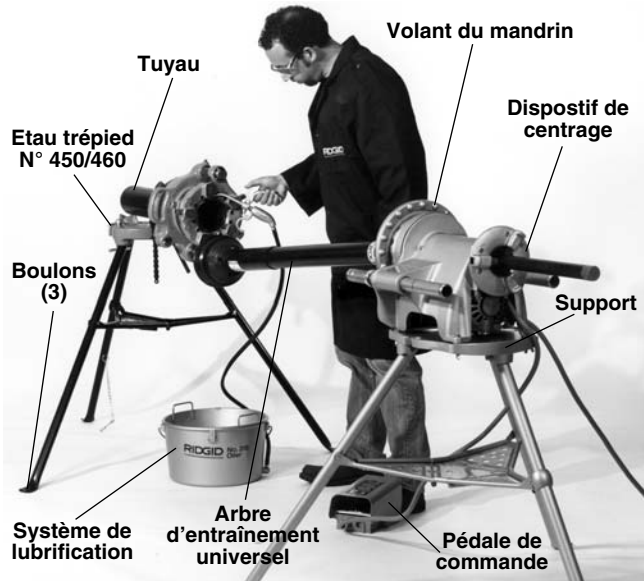

Figure 22 – Filetage des tuyaux avec les fileteuses démultipliées N° 141 et N° 161 à l'aide de l'arbre d'entraînement universel N° 840A
3. Positionnez l'étau à chaîne dans l'alignement et de niveau avec l'arbre d'entraînement universel à une distance approximativement égale à la longueur de ce dernier à partir du mandrin avant du système d'entraînement (*Figure 22*).